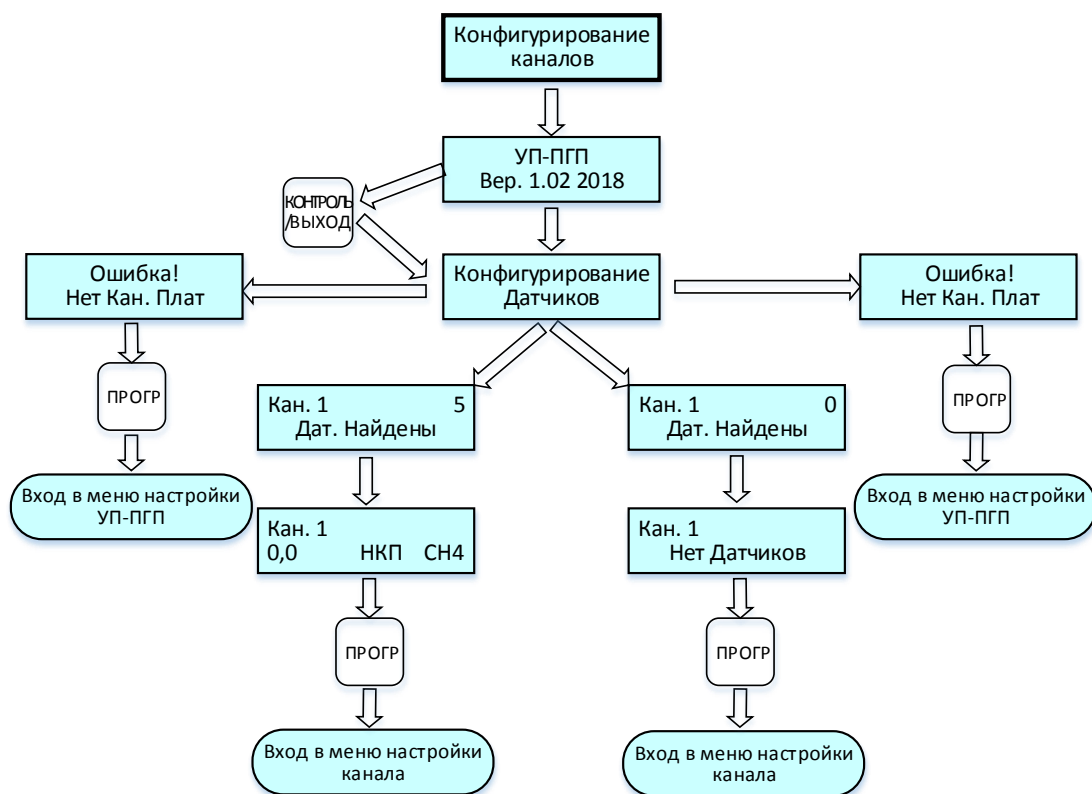

Рисунок 5 – Циклограмма выводимых сообщений на дисплей при инициализации УП
2.4.1 Вход в режим производится автоматически после каждого включения питания с выполнением процедуры инициализации УП, в ходе которой контроллеры платы ЦП и канальных плат считывают настройки системы из своей энергонезависимой памяти. В соответствии с данными, считанными из энергонезависимой памяти, контроллер платы ЦП выводит на дисплей сообщение «Конфигурирование каналов» и определяет наличие канальных плат (рис. 5).